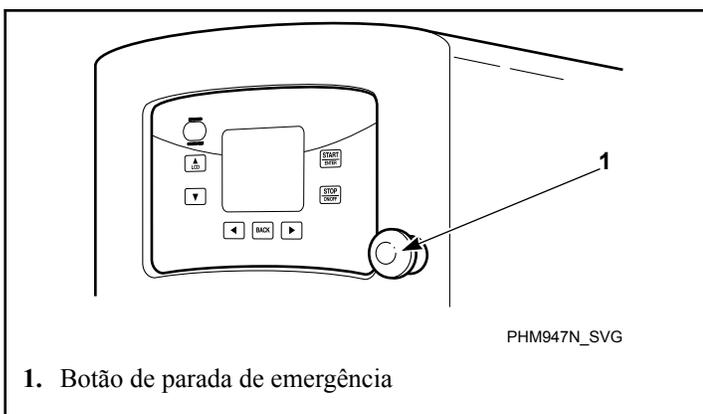

Figura 37
- Deve-se apertar o botão de parada de emergência (consultar *Figura 37*) para interromper a operação da máquina quando houver alguma condição insegura de funcionamento.